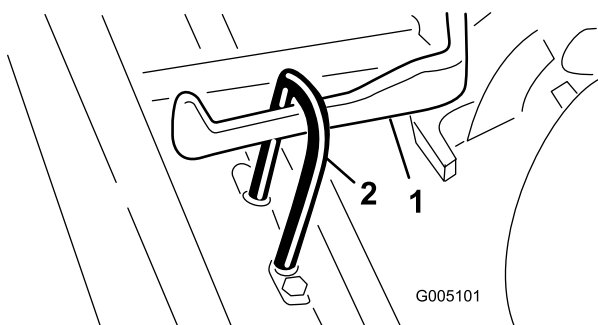

Figura 12
3. Fate scorrere l'apparato di taglio sotto il telaio di traino agganciando contemporaneamente il gancio di sollevamento al relativo braccio (Figura 12).